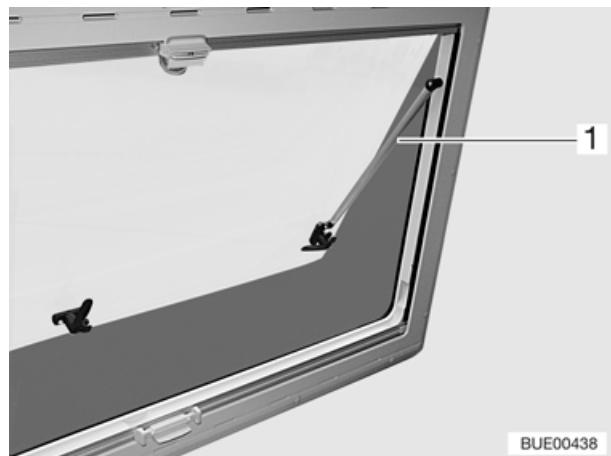

Bild 29 Ausstellfenster, geöffnet
- Ausstellfenster bis zur gewünschten Raststellung öffnen. Teleskopschiene (Bild 29,1) rastet selbstständig ein.